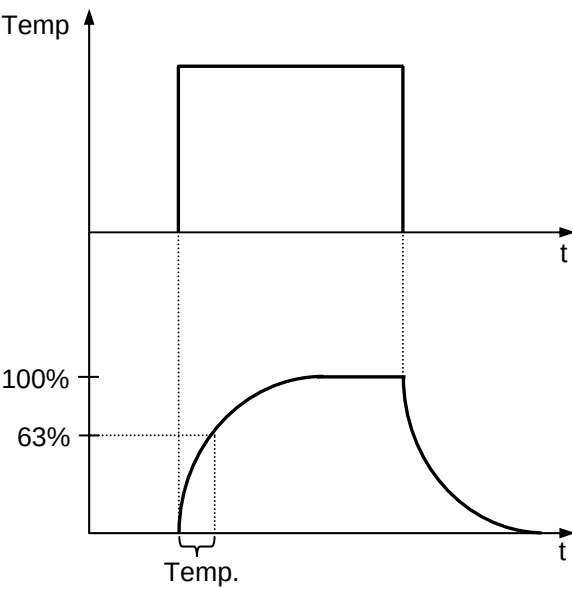

Figure 6-9 电机热保护时间
- 利用负载曲线计算电机发热(Figure 6-9)。如果在曲线上部区域运行，电机将升温并超过额定温度，而在曲线下部区域运行电机将冷却。升温 and 冷却的速率由 MOTOR THERM TIME 设定。
这个参数为电机温度达到 63 % 的最后温升所用的时间。Figure 6-9 示意了对电机热时间常数的定义。如果对电机热保护选择了 DTC 模式，就可以从此参数中读出电机热时间常数。只有在参数 30.5 MOT THERM P MODE 设定为 USER MODE 时才能设置这个参数。